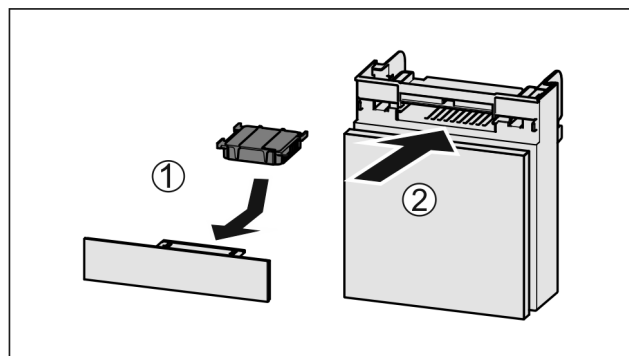

Fig. 94
- Insérer le filtre à charbon actif d'après le schéma Fig. 94 (1).
- Insérer le compartiment Fig. 94 (2).